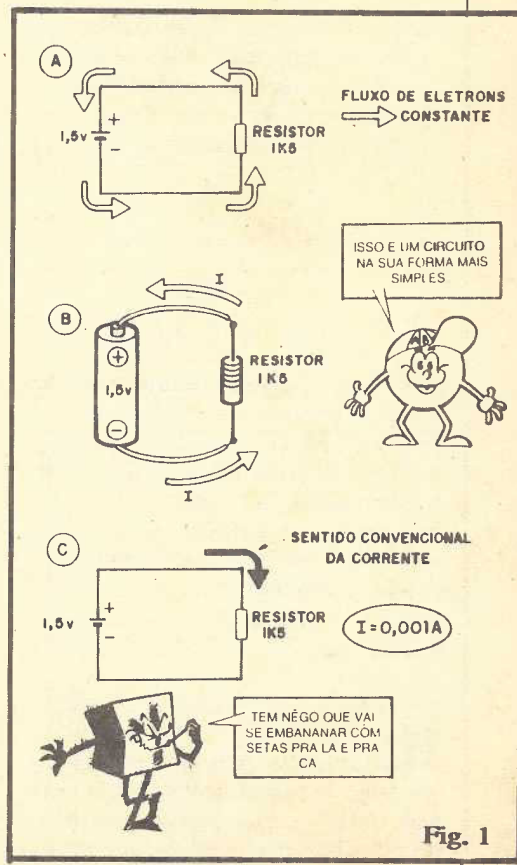

Fig. 1
- **FIG. 1** - Conforme já foi dito, a corrente fornecida por pilhas é chamada de CONTÍNUA porque flui **continuamente**, sempre no mesmo sentido. Esse fluxo se mantém enquanto tal fonte (pilhas) tiver energia para fornecer ao circuito e enquanto tal circuito esteja completo (“fechado”).
- **1-A** - A palavra “circuito” tem a mesma raiz do termo “círculo”, e seu significado é óbvio: algo cujo fim retorna ao seu começo, uma coisa “fechada” em si própria (mesmo que sua forma real não seja exatamente **circular**...). Observando o desenho de um autódromo para corridas de Fórmula 1 é fácil intuir esse conceito: embora nenhum dos autódromos seja perfeitamente circular, todos eles são chamados de “circuito”, simplesmente porque seus **fins** estão emendados com seus **começos**, de modo a permitir aos carros neles circularem indefinidamente, por quantas “voltas” se queira! A fig. 1-A esquematiza a forma mais elementar de um **circuito elétrico**: uma única pilha com seus terminais ligados a um único resistor... O sistema, assim “fechado”, permite à corrente (como já vimos na Revista/Aula nº 1, determinada pelas GRANDEZAS, Tensão da pilha e Resistência do resistor...) circular pelo sistema. Há um percurso para o fluxo da corrente...
- **1-B**- O esqueminha da fig. 1-A em “forma real”, ou seja, com seus componentes vistos como eles são. Em ambos os casos (1-A e 1-B) o fluxo da corrente está indicado pelas setas (a letra “I”, como vimos em Lições anteriores, simboliza a CORRENTE...). Em linguagem simples, uma pilha é capaz de fornecer corrente porque “tem tensão”, ou seja: existe uma **diferença de potencial** elétrico entre seus dois polos ou terminais. Seu polo **NEGATIVO** tem “so-
- 1-C - Pelo que já aprendemos em Lições anteriores, podemos calcular facilmente a CORRENTE no circuito/exemplo da FIG. 1... Lembrando a fórmula básica:
Desde já, contudo (para eliminar futuras dúvidas ou confusões...) é bom esclarecer um ponto: as setas indicativas do **sentido** em que se dá o fluxo eletrônico (figs. 1-A e 1-B) representam a direção em que "caminham" os elétrons. Entretanto, convencionou-se, há muito tempo, indicar o fluxo da corrente DO POLO POSITIVO PARA O POLO NEGATIVO (ver seta **preta** na fig. 1-C)! Essa dualidade pode "embananar" um pouco o Leitor/Aluno, nesse início de "Curso", porém logo, logo todos se acostumarão com esse fato, mesmo porque, na própria simbologia adotada universal-
"falta"! Esse fluxo de água (analogia da CORRENTE...) é constante, só parando quando finalmente (ver 2-B) os **níveis** nos dois recipientes tornarem-se **iguais**. Nesse momento, embora os vasos continuem interligados pelo cano (o "circuito" continua "fechado"...), **NÃO HÁ MAIS FLUXO** (ou "corrente" d'água...). Esse arranjo (chamado, em física de "Vasos Comunicantes") ilustra perfeitamente, por comparação e analogia, o comportamento da corrente elétrica, em relação a uma pilha "carregada" ou "descarregada", num circuito fechado (ver fig. 1-A). Basta imaginar o fluxo d'água como sendo o fluxo de elétrons... Quem for um pouco mais atento, poderá fazer **outras** importantes analogias, no caso, também quanto ao RESISTOR: "cês tão" lembrados da bronca que o QUEIMADINHO deu na primeira Revista/Aula, quando comparamos os RESISTORES com "canos d'água...? Pois bem... Voltem lá e verifiquem, comparem (o QUEIMADINHO - para variar - "não estava com nada"...).